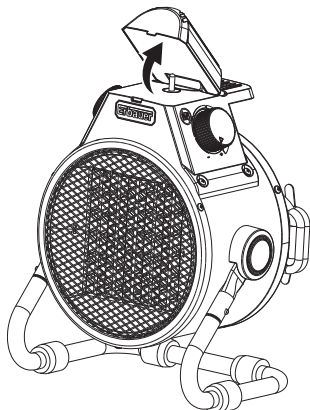

Figura 1
- Abra la luz por completo hasta formar un ángulo de 90° con respecto a la posición cerrada; la luz se encenderá automáticamente cuando se libere el microinterruptor, lo cual ocurre a mitad del recorrido (Figura 1).